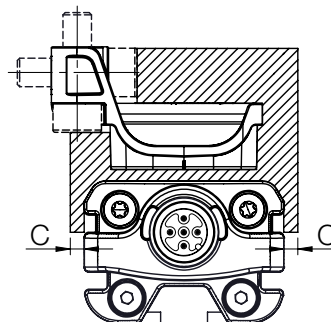

Рис. 5-5: Минимальное расстояние С
- Расстояние С между датчиком положения и деталями из намагничивающихся материалов должно составлять не менее 10 мм (см. Рис. 5-5).